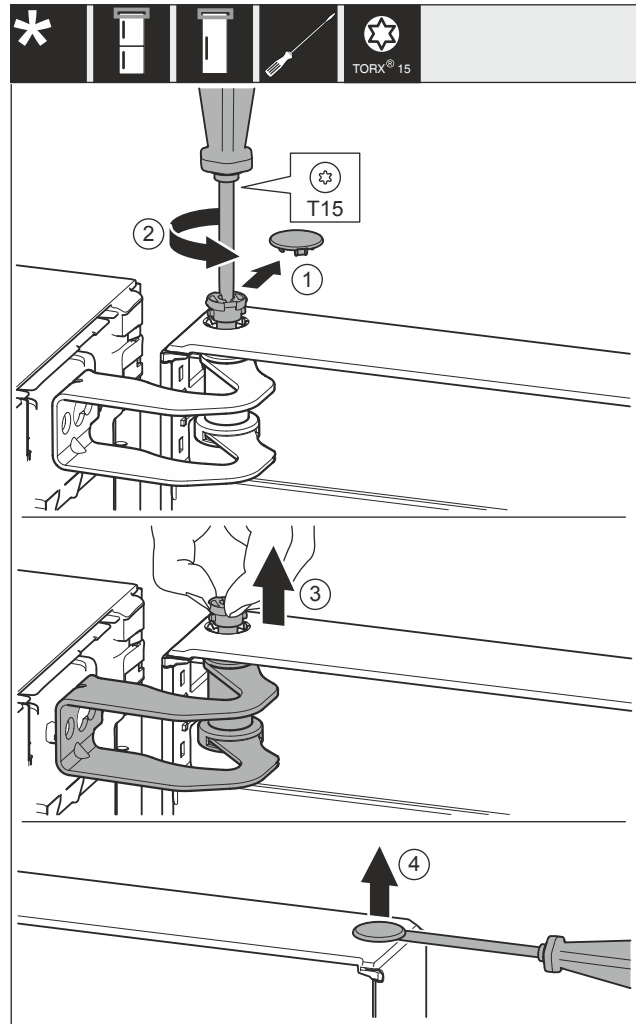

Fig. 8
- Retirer le couvercle Fig. 8 (1) avec prudence.
- Dévisser légèrement l'axe Fig. 8 (2) avec un tournevis.
- Retirer l'axe Fig. 8 (3) avec les doigts.
- Soulever et retirer le couvercle Fig. 8 (4) au moyen d'un tournevis, avec prudence.